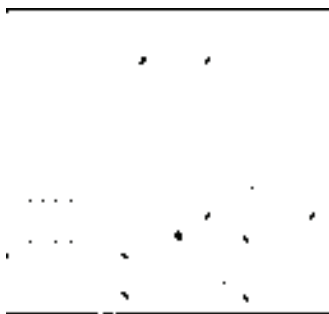

图 15-174 编辑结果
6) 重复使用上述操作, 继续编辑右侧的台阶及挡墙图形, 结果如图 15-174 所示。